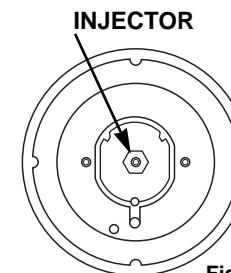

Fig. 6
- introducir una llave hexagonal de tubo (7 mm) dentro del soporte quemador (fig. 6).